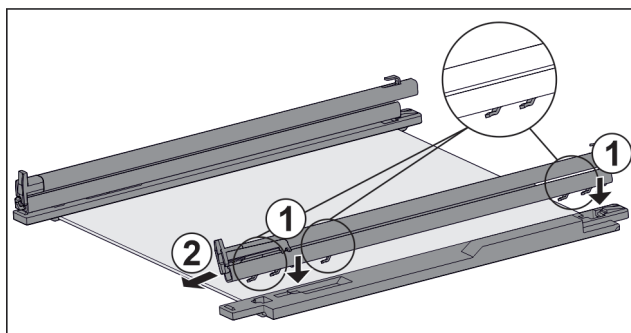

Fig. 156 Стекла́нная пластина с направляющими и крепежными элементами
- ▶ Поместите крючки направляющей в отверстия **левого** крепежного элемента. Fig. 156 (1)
- ▶ Потяните направляющую вперед. Fig. 156 (2)
- ▶ Поместите крючки направляющей в отверстия **правого** крепежного элемента. Fig. 156 (1)